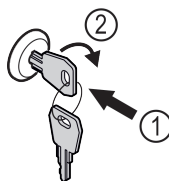

Fig. 201
► Schlüssel hineindrücken. Fig. 201 (1)